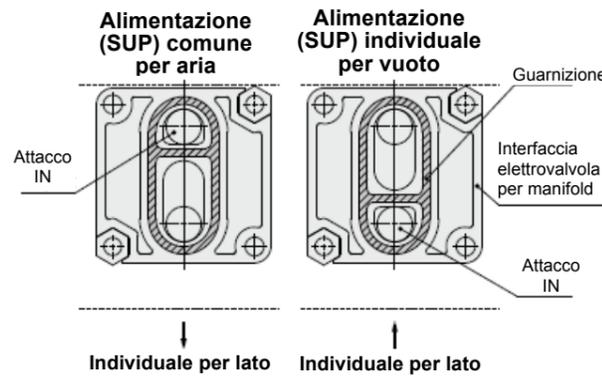

Figura 5
- Fare attenzione all'orientamento di montaggio al momento di montare le valvole sulla base manifold. Eseguire il montaggio come indicato nella Figura 5.
- Prestare la massima attenzione in caso di direzione di ingresso elettrico speciale (XC).